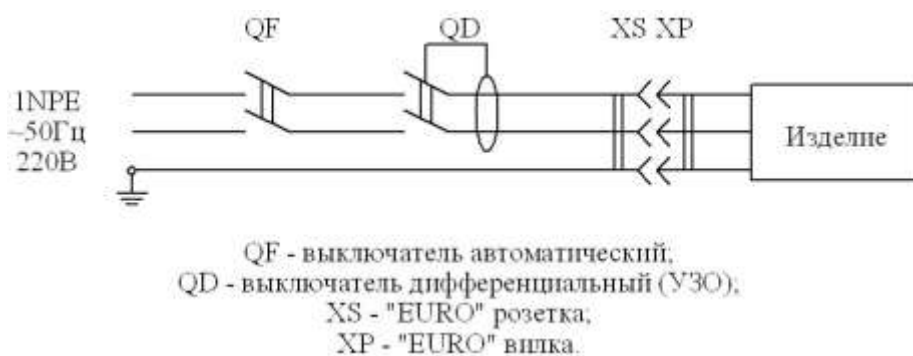

Рис. 1. Схема подключения изделия к электросети.
6. 4. Изделие подключать к питающей электрической сети (рис. 1) через автоматический выключатель электромагнитной защиты и дифференциальный выключатель (УЗО). Выбор автоматического выключателя производить по большему ближайшему значению уставки срабатывания, у дифференциального выключателя номинальный ток должен быть выше номинального тока автоматического выключателя и номинальный отключающий дифференциальный ток - 30 мА.